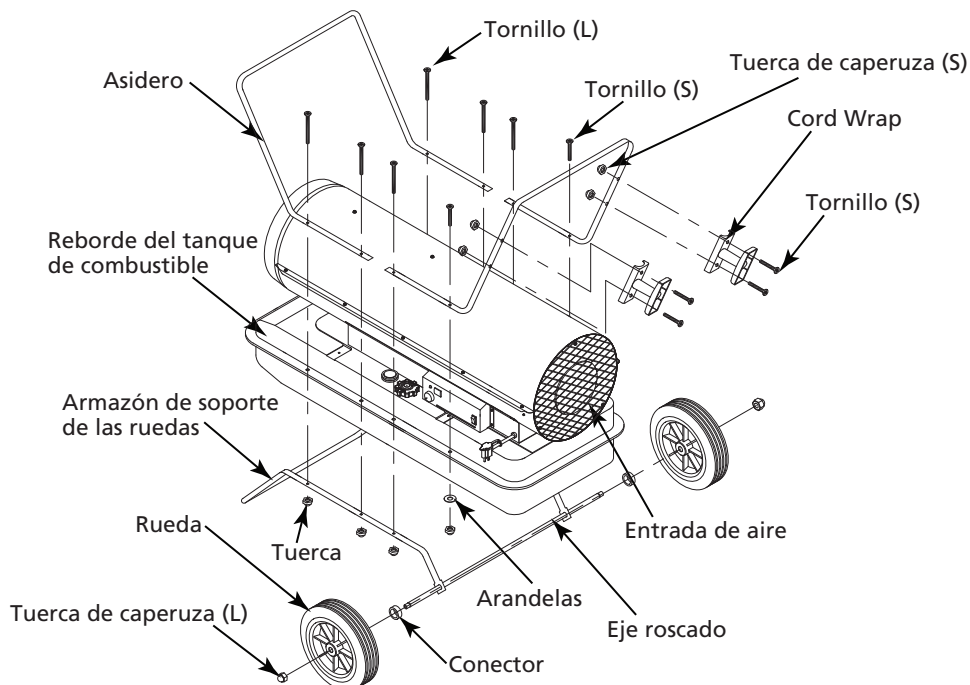

Figura 5 – Montaje de las Ruedas y los Asideros
3. Coloque el calentador en el armazón de soporte de las ruedas. Asegúrese que el extremo de la entrada de aire (parte posterior) del calentador esté situado sobre las ruedas. Alinee los agujeros en el reborde del tanque de combustible. Inserte los tornillos(L) a través de los asideros (frontal y posterior), el reborde del tanque de combustible y el armazón de soporte de las ruedas. Inserte los tornillos(S) a través de los asideros posterior el reborde del tanque de combustible y el arandelas planas(S) como se muestra en la Figura 5, e instale las tuercas, apretando éstas con los dedos, después de insertar cada tornillo.
6. Inserte los tornillos a través del enrolla cable y el asidero posterior como se muestra en la Figura 5, e instale las tuercas, apretando éstas con los dedos, después de insertar cada tornillo.